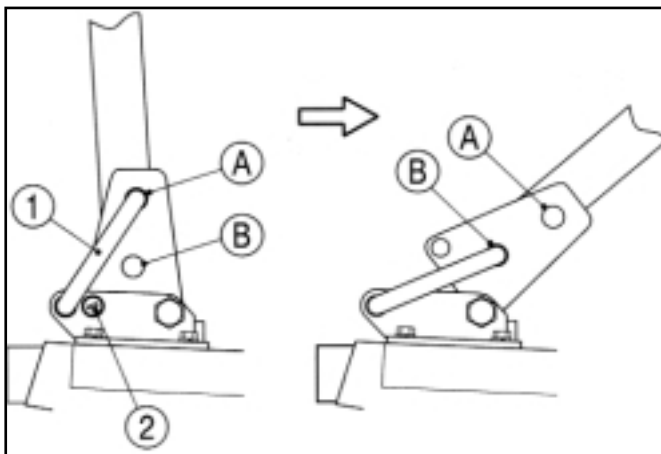

FIG. 73 / ABB. 73 / FIG 73
Enlevez le raccord (1) dans la Fig. 73 et la goupille (2), basculez l'arceau prudemment et placez le raccord (1) dans l'ouverture "B".
Den Sicherungsbügel (1) in Abb. 73 aushaken, den Stift (2) herausziehen und den Überrollbügel vorsichtig nach vorn absenken. Dann den Sicherungsbügel (1) in Bohrung B einhängen.
Verwijder de vergrendeling (1) in Fig.73 en de pen (2) en klap de ROPS dan voorzichtig naar voren. Steek tenslotte het uiteinde van de vergrendeling (1) in gat B.